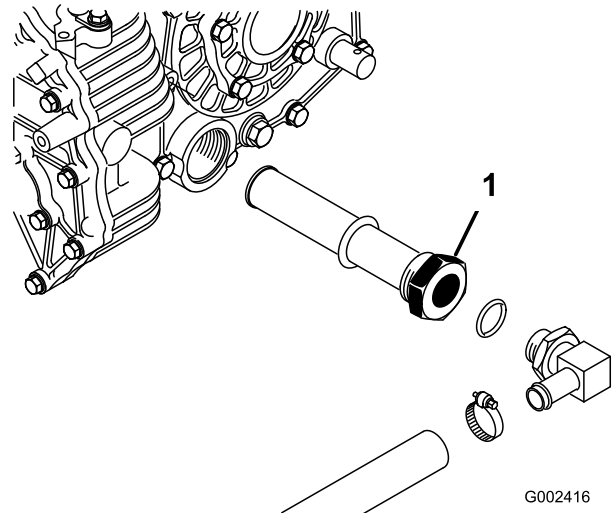

Figura 63
5. Observe la orientación del tubo hidráulico y del codo de 90° conectado al filtro en el lateral del depósito (Figura 63).